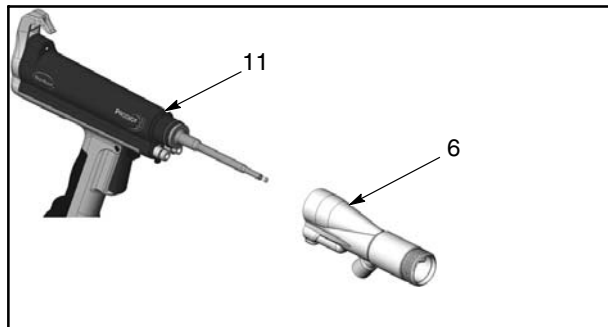

Figura 24 Îndepărtarea adaptorului
5. A se vedea Figura 24. Trageți adaptorul pistolului (6) drept afară din corpul pistolului (11).